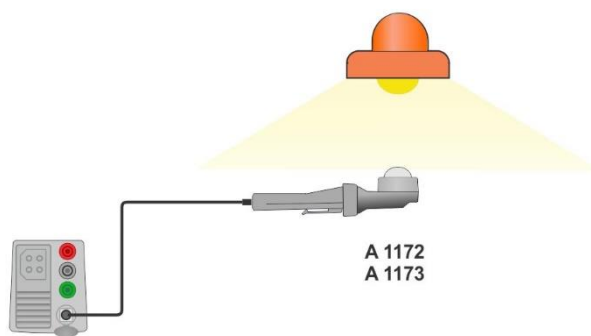

Abbildung 7.47: Positionierung des LUXmeter Sensor
- › Positionieren Sie den LUXmeter Sensor **Abbildung 7.47**